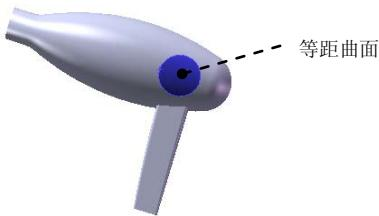

图 6.15.28 曲面-等距 1
(1) 选择下拉菜单 **插入(I)** → **曲面(S)** → **等距曲面(O)...** 命令，系统弹出“等距曲面”对话框。
(2) 选取图 6.15.28 所示的曲面为等距曲面。
(3) 输入等距离值 3.00，单击  按钮调整曲面向内部偏移。
(4) 单击该对话框中的  按钮，完成曲面-等距 1 的创建。